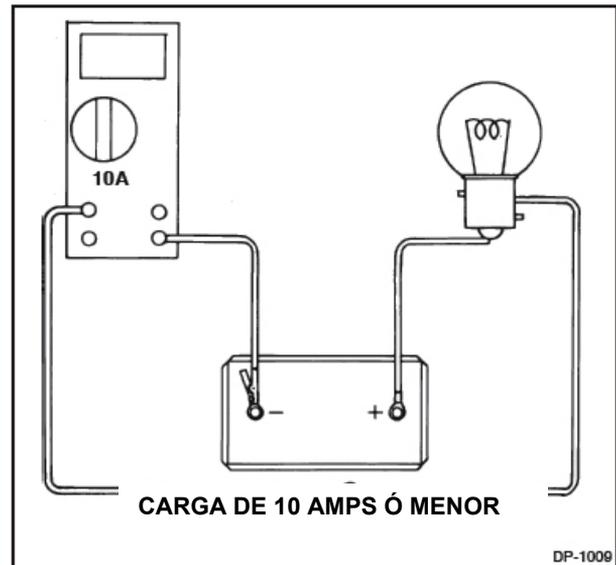

Figura 1-9 Amperímetro Digital en Serie
1-19. USO DEL AMPERÍMETRO. Las figura 1-9 a la 1-11 ilustran el uso de varios tipos de amperímetros.
1. En la figura 1-9 muestra el uso de un amperímetro digital en serie. Nótese que el circuito tiene que desconectarse para el uso de este instrumento. La unidad mostrada es de tipo "shunt" interno y utilizada generalmente para cargas menores a 10 amperios. Debe cuidarse de no tratar de medir corrientes mayores que el rango del amperímetro. Este tipo de amperímetro no es recomendado para toma de la mayoría de lecturas descritas en este manual. Sin embargo, si este es el único tipo de amperímetro disponible, asegúrese de seguir las instrucciones de uso y conexión según el fabricante.